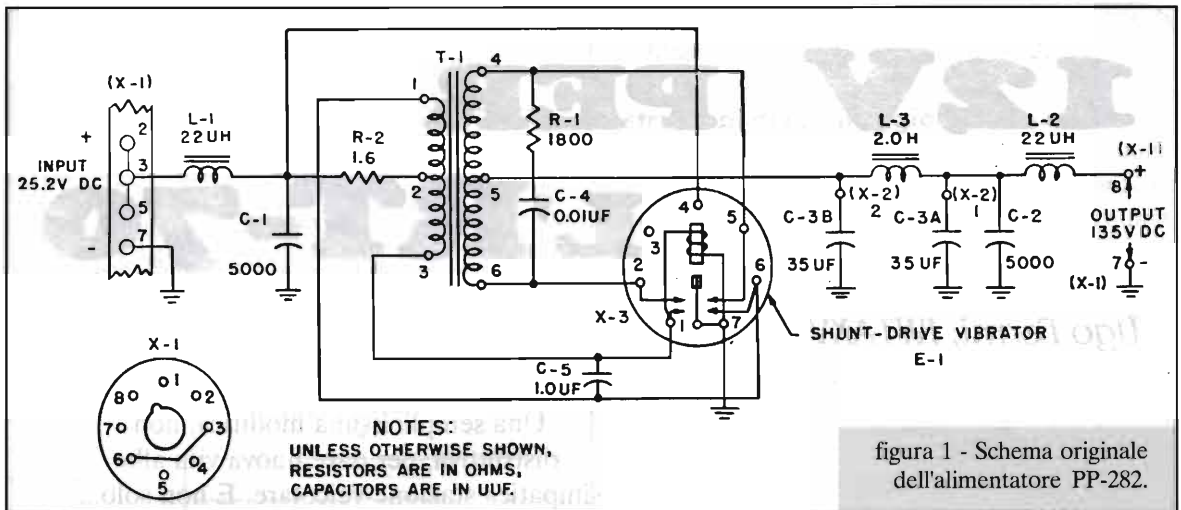
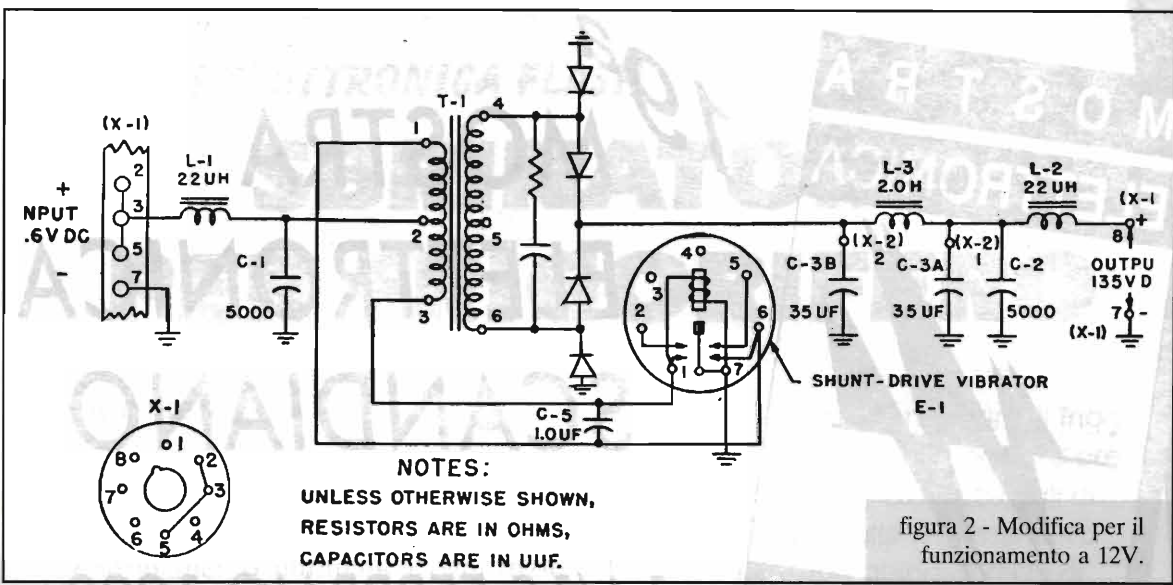

figura 1 - Schema originale dell'alimentatore PP-282.
figura 2 - Modifica per il funzionamento a 12V.
A prescindere dalla distinzione tra vibratori di tipo serie o parallelo, di poca importanza ai nostri fini, i vibratori si dividono in due categorie fondamentali: sincroni e asincroni; quello che ho descritto è del tipo asincrono. Il vibratore sincrono, come quello impiegato in origine nell'alimentatore dell'RT-70, ha in più una coppia di contatti "secondari" azionati, come dice il nome, in sincronismo - cioè in fase - con i contatti "primari". Questi contatti, posti sul secondario (anch'esso connesso in push-pull) del trasformatore, servono a raddrizzare - in modo piuttosto intelligente, senza bisogno di diodi - la corrente in uscita (figura 1).
Osservando lo schema del PP-282 (figura 1) si nota che è possibile, pur alimentando il primario del trasformatore con tensione dimezzata, ottenere la regolare
tensione di uscita in DC dell'alimentatore. Basta utilizzare un raddrizzatore a ponte al posto di quello originario a doppia semionda, sincrono, costituito dai contatti del vibratore (figura 2).
- Eliminare i collegamenti al secondario del trasformatore (terminali 4, 5, 6); procurare 4 diodi 1N4007 (o un ponte raddrizzatore da 400V - 1A) e collegarli come da figura 2.
- Modificare la ponticellatura del connettore octal X1 come mostrato in figura 2 (la situazione di partenza è quella di figura 1)